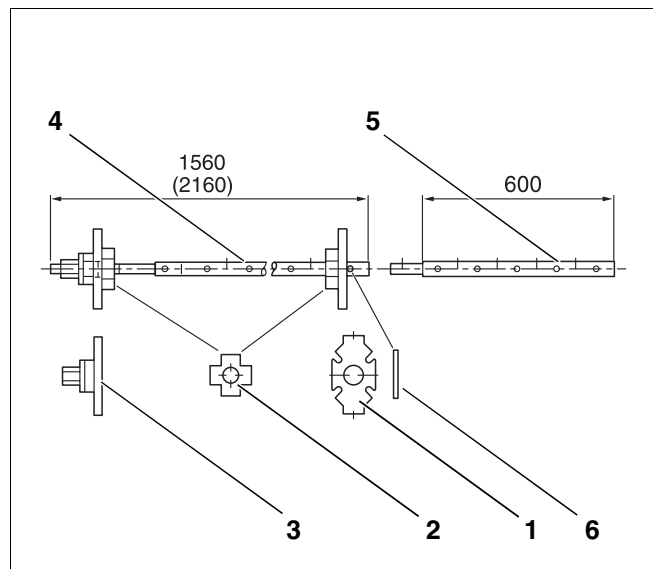
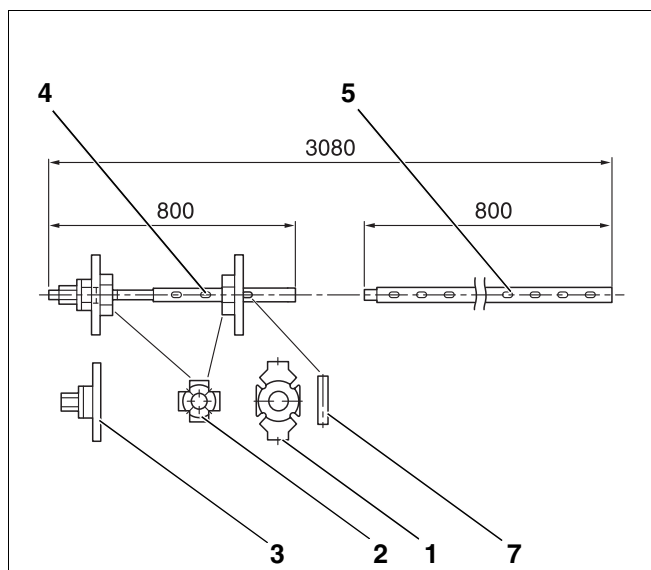
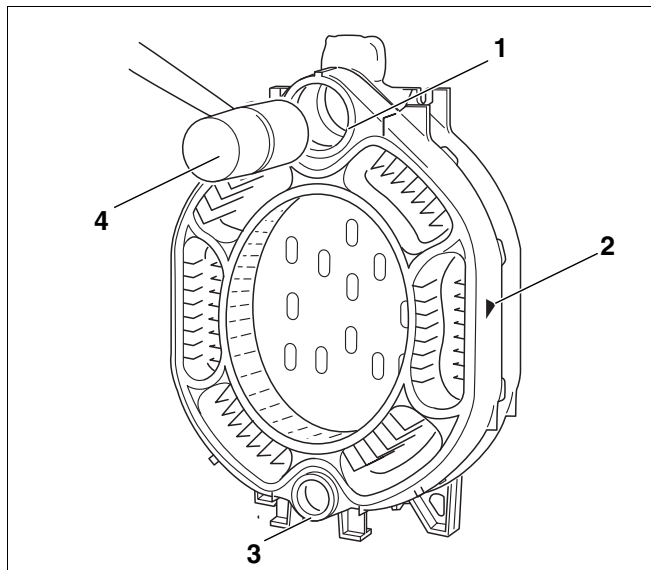
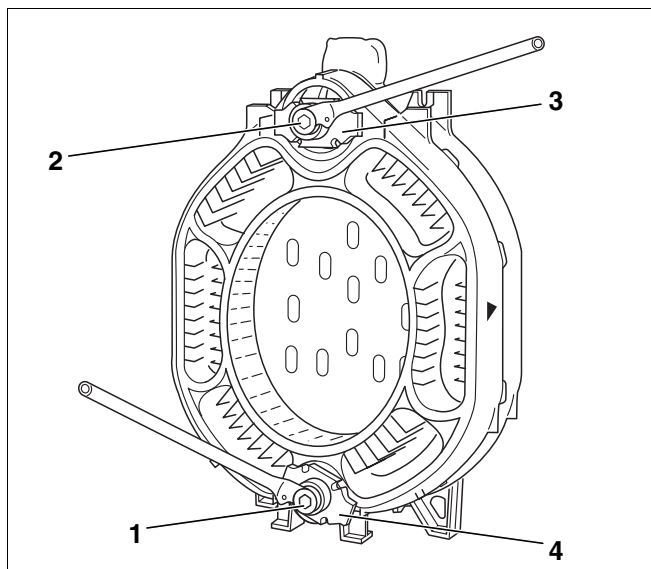

Fig. 1 Trekkeverktøy for kjel, størrelse 2.2
Fig. 2 Trekkeverktøy for kjel, størrelse 2.3
Fig. 13 Montering av midtelementet
Fig. 14 Bruk av kjeltrekkeverktøyet
- Trekkeverktøy 2.2 (fig. 1) **eller** 2.3 (fig. 2)
Forklaring for (fig. 1) og (fig. 2):
- Sett midtelementets øvre og nedre nav (fig. 13, **pos. 1 og 3**) på niplene i bakelementet. Innbyggingsretningspilen (fig. 13, **pos. 2**) må peke bakover.
- Bank det første midtelementet mot bakelementet ved hjelp av en tre- eller gummihammer (fig. 13, **pos. 4**). Deretter skal kjelens delblokk trekkes sammen ved hjelp av kjeltrekkeverktøyet (fig. 14).
Bruk kun kjeltrekkeverktøy i størrelse 2.2 eller 2.3 (fig. 1 hhv. fig. 2 og fig. 14, **pos. 1 og 2**).
- Skyv pressenhetene (fig. 14, **pos. 3 og 4**) på trekkstengene (fig. 1 hhv. fig. 2, **pos. 4**).